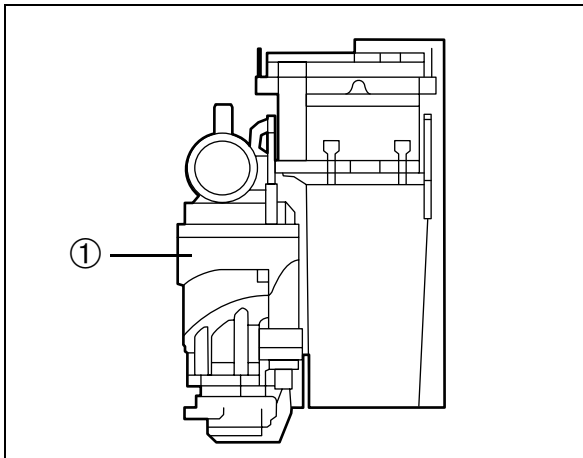

Abb. 38
Um den gesetzlich vorgeschriebenen Amalgam-Abscheidegrad von über 95% zu erreichen, muß die Separierautomatik mit einer zusätzlichen Zentrifuge ① (Abb. 38) ausgestattet sein. Diese vollautomatisch arbeitende Zentrifuge ist dem Amalgam-Abscheider der Separierautomatik nachgeschaltet. Die in der Zentrifuge zusätzlich separierten Amalgam-Teile werden automatisch in den Sammelbehälter der Separierautomatik zurücktransportiert.